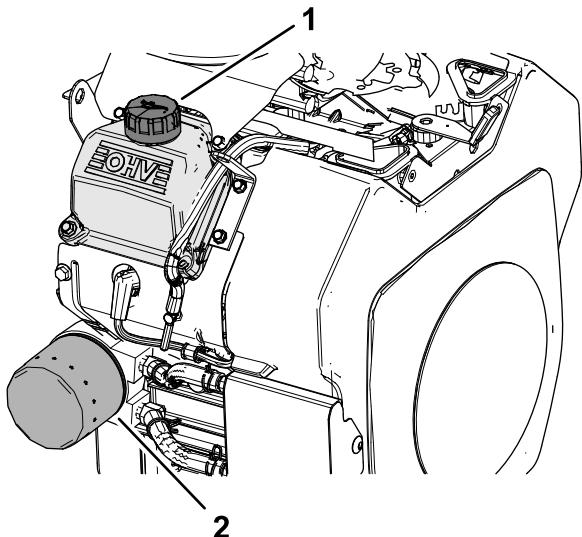

図 33
2. オイルフィルタを外し、フィルタのアダプタガスケットの表面をきれいに拭く**図 33**。
図 33。
- オイル補給キャップ図 33を取り、所定のオイル 2 リットルを入れる エンジンオイルの仕様 \(ページ 26\)と エンジンオイルの交換 \(ページ 27\)を参照。